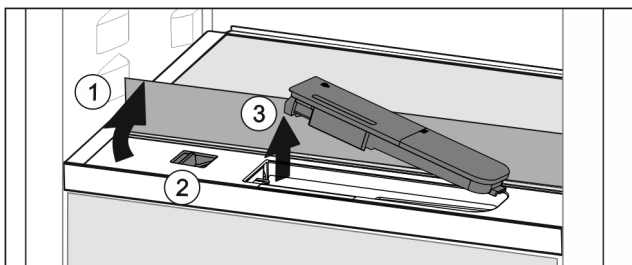

Fig. 119
- ▶ Soulever la tablette et la rabattre vers l'arrière jusqu'à la butée Fig. 119 (1).
- ▶ Pousser le curseur Fig. 119 (2) vers la gauche.
- ▶ Sortir le filtre à eau Fig. 119 (3).